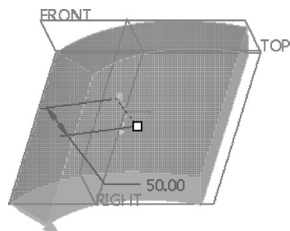

图 5-143 带有侧面组的偏移曲面
7) 如果在“选项”面板中选“创建侧面曲面”复选框,则创建带有侧面组的偏移曲面,预览效果如图 5-143 所示。